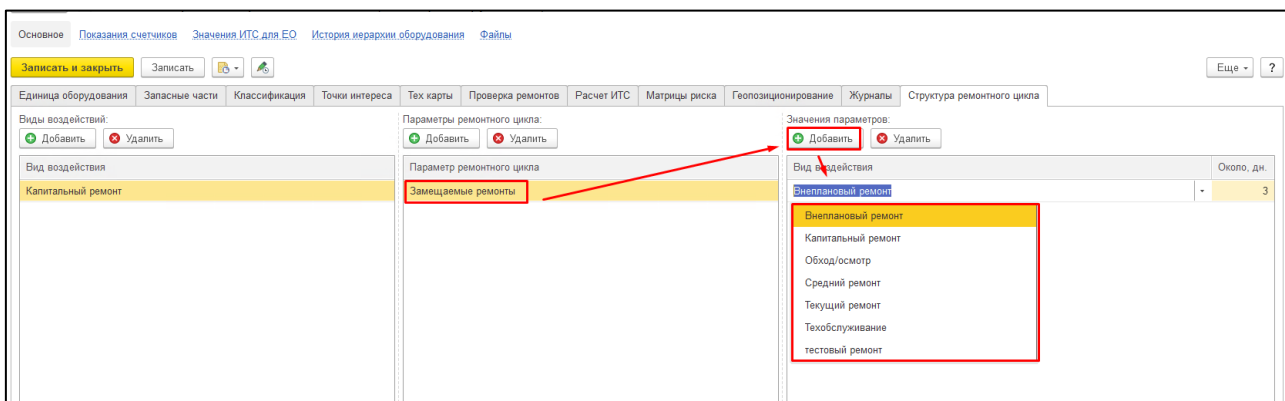

Рисунок 201. Заполнение табличной части «Значение параметров».
- «Замещаемый ремонт» - заполняются реквизиты (см. Рисунок 201):